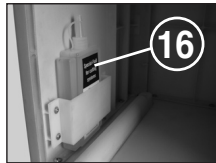

Fig. 6
- Drag ut uppsamlingskärlet (14), tag ut oljekärlet (16) (Fig. 6) ur hållaren i underskåpet och skjut in kärlet igen.
- Stryk ut lite olja på ett pappersark och mata in det till skärverket genom papprets inmatningsöppning (12). Pappret dras in och oljan når då in i tillskärverket.
- Drag ut uppsamlingsbehållaren (14) ända till kontrollampan (8) tänds.
- Kontrolllamporna (7) och (4) blinkar.
- Tryck på bakåtknappen (4) och håll den nedtryckt tills kontrollampan (7) slocknar.